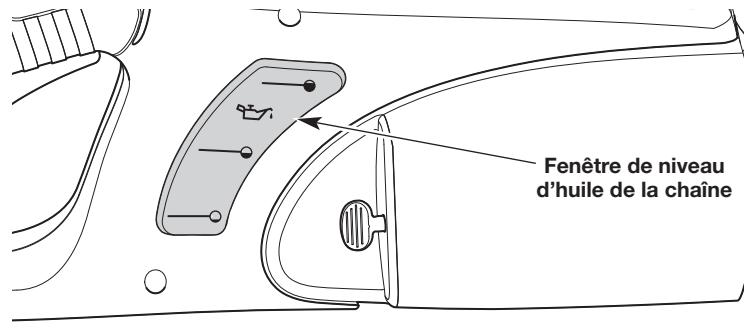

Fig. 20
2. Regarder dans la fenêtre de niveau d'huile de la chaîne, utiliser une lampe de poche si nécessaire. Le niveau d'huile doit remplir la fenêtre au moins à mi-chemin (Fig. 20). Si le niveau d'huile est trop bas, ajouter de l'huile à guide et chaîne. Se reporter à la section Remplissage du réservoir d'huile de la chaîne.